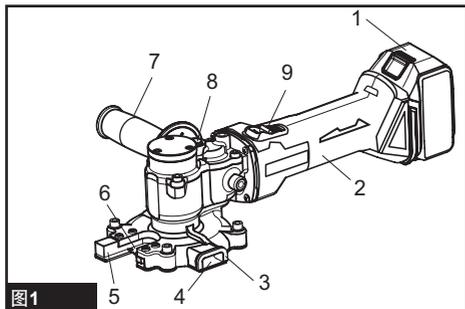

图1
► 图1: 1. 电池 2. 电机 3. 集尘袋支架 4. 插座 5. 导板 6. 镶齿锯 7. 把手 8. 锁定按钮 9. 开关